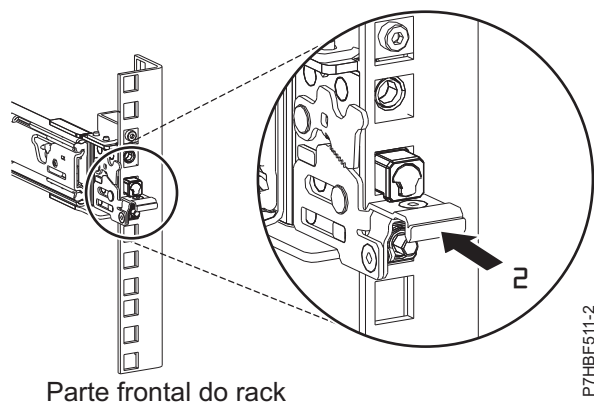

Figura 23. trava encaixe no trilho frontal do rack
7. Enquanto puxa o trilho deslizante para frente, assegure-se de que os três pinos se projetem através dos orifícios do rack, em seguida, empurre a trava frontal (2) totalmente. Para obter detalhes, consulte Figura 23.